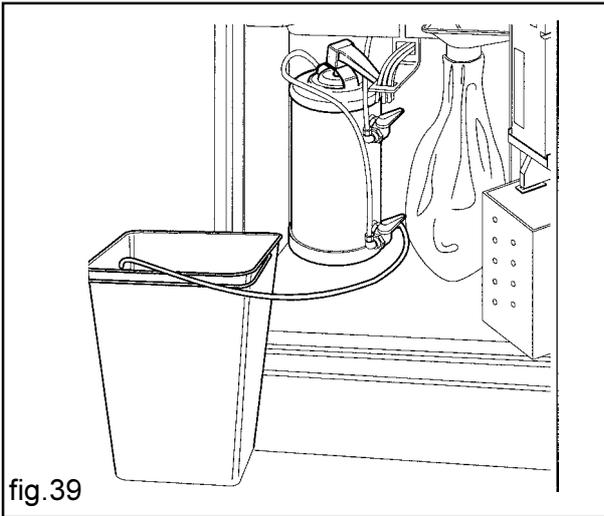

fig.39
- dejar que salga el agua del tubo de desagüe hasta que salga limpia (fig. 39)